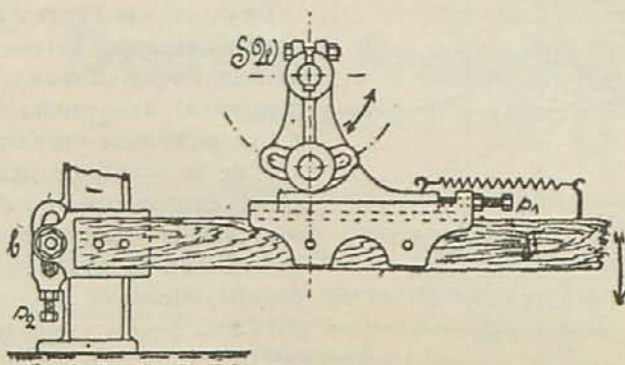

Fig. 5
Es necessari que el torrió de la palanca *b* (fig. 5) descansi sobre el vis de reglatge *s''*; disposat un xic separat del peu de la bancada, el reglatge es fa molt fàcilment.
Figs. 5 i 6
a) La agulla de llengüeta o *self-acting* (fig. 5), que hom empra generalment a les tricotoses de senzilla i doble baixa, tricotosa Jacquard, màquina de malles girades, teler circular de baixes múltiples, teler Rachel, etc.